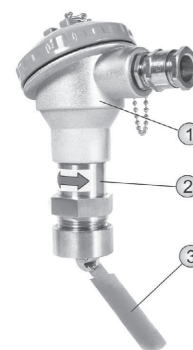

Рисунок 1. Внешний вид индикатора потока
Индикатор потока (см. рисунок 1) состоит из электронного преобразователя (1), герконового индикатора (2) и датчика потока (3). Электронный преобразователь состоит из корпуса, содержащего плату с клеммами. Герконовый индикатор содержит пружину, магнит, закрепленный на фторопластовом цилиндре, геркон и центральный стержень.